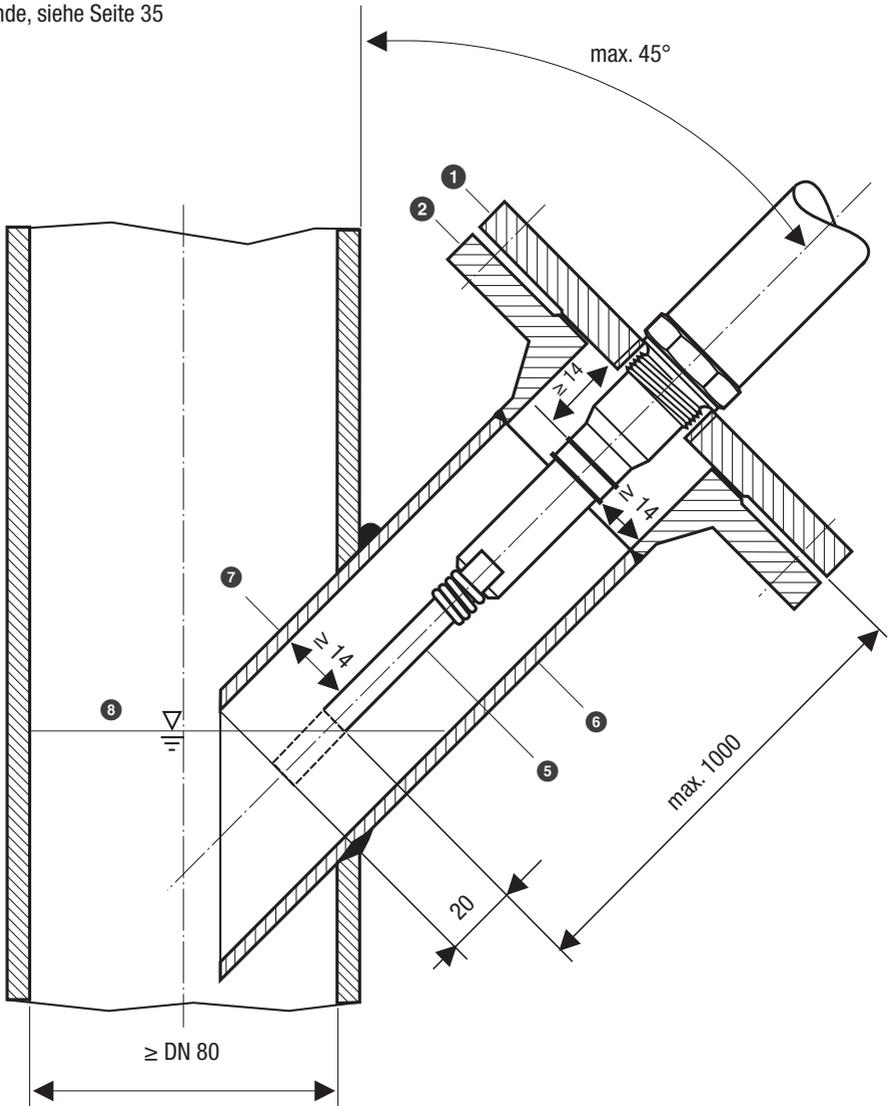

Fig. 15
- Der Neigungswinkel der Niveauelektrode darf maximal 45° betragen und die Länge des Elektrodenstabes ist dabei auf maximal 1000 mm begrenzt, siehe Fig. 15.
- Fig. 15: Flansch (PN 40, 63, 160, 320) EN 1092-1
- Fig. 15 (Schrägeinbau): Schutzrohr  $\geq \text{DN } 80$